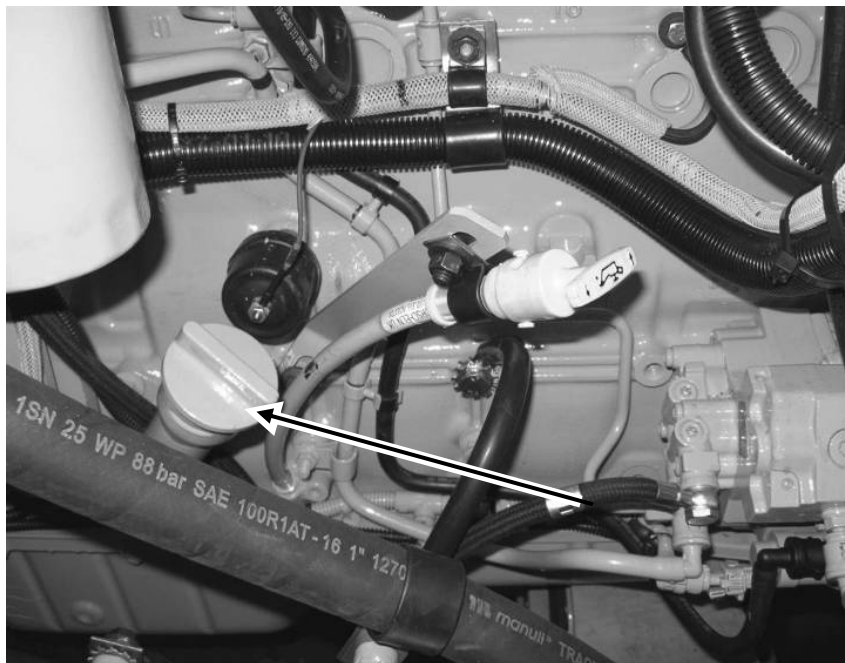

Рис. 5.15. Заливка масла в двигатель
6. Влить в картер двигателя чистое моторное масло (Рис. 5.15.). Смотри «СОСТАВЛЕНИЕ СМАЗОЧНЫХ СРЕДСТВ И ЖИДКОСТЕЙ ДЛЯ ЗАМЕНЫ».